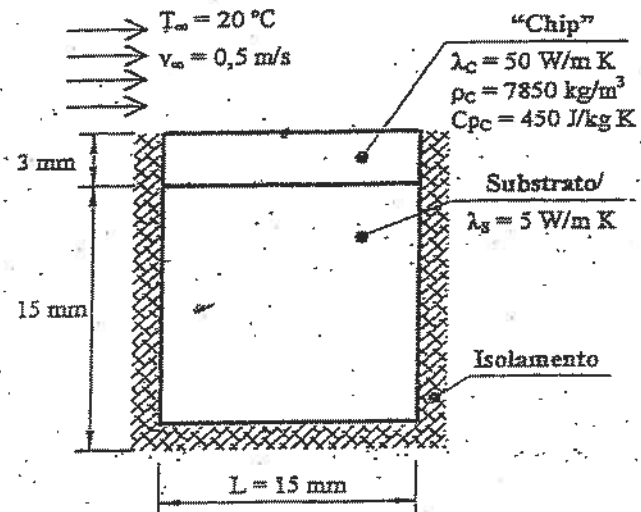

Figura 1
1. O sistema representado na figura 1, é utilizado para medir a temperatura de um lingote colocado num forno a $200\text{ }^{\circ}\text{C}$. Consiste em introduzir no forno uma vara metálica com um comprimento de $1,0\text{ m}$ e um diâmetro de 45 mm , até que uma das suas extremidades encoste ao lingote, enquanto que na outra se coloca um termopar para medida da temperatura.
1. Um "chip" (3x15x40 mm) de silício usado em microelectrónica, está montado num substrato dieléctrico (15x15x40 mm), tal como se representa na figura 1.